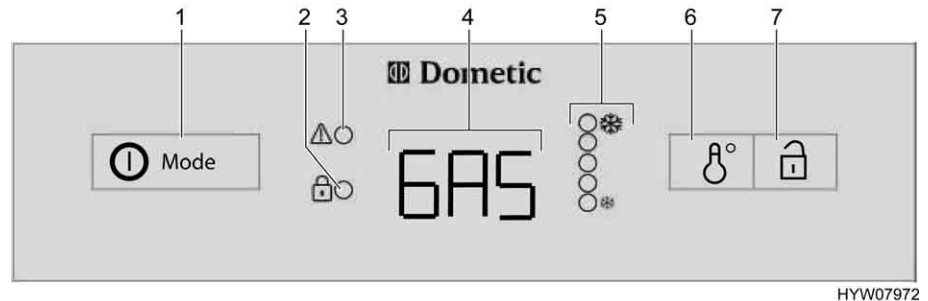

Fig. 194 Elementi di comando per il frigorifero (serie Dometic 8 con AES)
In caso di guasti il relativo indicatore LED "⚠" (Fig. 194,3) lampeggia.
Se è selezionato il funzionamento automatico, l'alimentazione a 230 V **non** è allacciata e il motore del veicolo è **spento**, il sistema AES seleziona il rifornimento di gas. Selezionando il funzionamento a gas, il dispositivo di sicurezza si apre automaticamente, così che il gas possa fluire al bruciatore. Contemporaneamente si inserisce l'accenditore elettronico. Se la fiamma del gas si spegne, p. es. a causa di un colpo di vento, l'accenditore viene subito azionato riaccendendo il gas. In caso di guasti nel funzionamento a gas, nell'indicazione di funzionamento (Fig. 194,4) lampeggia la scritta "GAS".
Dopo l'accensione il frigorifero seleziona automaticamente la regolazione intermedia del termostato. Questa impostazione può essere modificata manualmente con l'interruttore per la regolazione della temperatura (Fig. 194,6). Gli indicatori LED (Fig. 194,5) visualizzano la temperatura selezionata sul termostato. Con l'interruttore viene regolata la temperatura di refrigerazione per tutti i tre tipi di energia. Ci vogliono alcune ore prima che il frigorifero raggiunga la temperatura normale di esercizio. Cambiando la modalità di funzionamento la regolazione del termostato non viene modificata. La temperatura di refrigerazione è indipendente dal tipo di energia utilizzata.
- Premere l'inseritore/selettore di energia (Fig. 194,1) per 2 secondi, per accendere l'apparecchio. L'ultima modalità di funzionamento prescelta viene visualizzata nell'indicazione di funzionamento (Fig. 194,4).
- Con l'inseritore/selettore di energia (Fig. 194,1) selezionare il tipo di energia.
- Regolare la temperatura di refrigerazione sull'interruttore per la regolazione della temperatura (Fig. 194,6). Gli indicatori LED (Fig. 194,5) visualizzano la regolazione del termostato prescelta.
- Premere l'inseritore/selettore di energia (Fig. 194,1) per 2 secondi. Cancellare tutte le indicazioni.